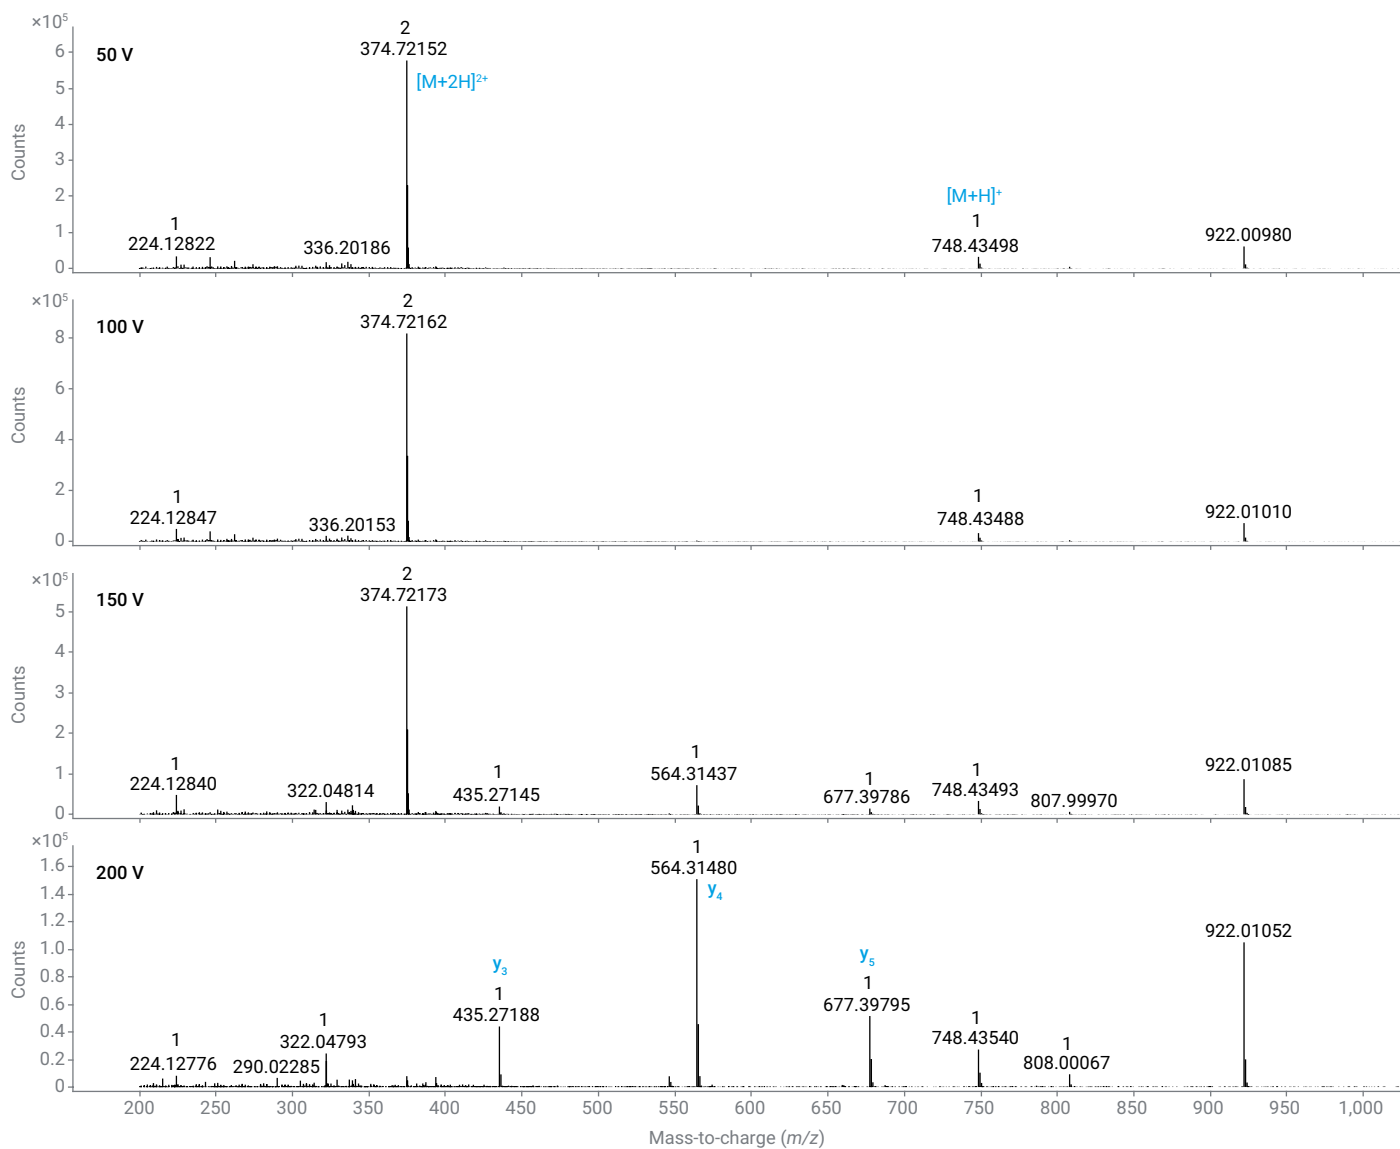

図 6. さまざまなフラグメンタ電圧における、ペプチド ALELFR の ESI スキャン。100 V を超えると、y イオンのインソースフラグメントが生成されます。
- 壊れやすいペプチド：インソースフラグメンテーションを最小限に抑えることは、MAM メソッド開発の非常に重要な側面です。ペプチド ALELFR は、インソースフラグメンテーションが発生しやすく、インソースフラグメントを最小限に抑えながら、イオン源条件を調整するために使用して、最適なシグナル強度を得ることができます (図 6)。